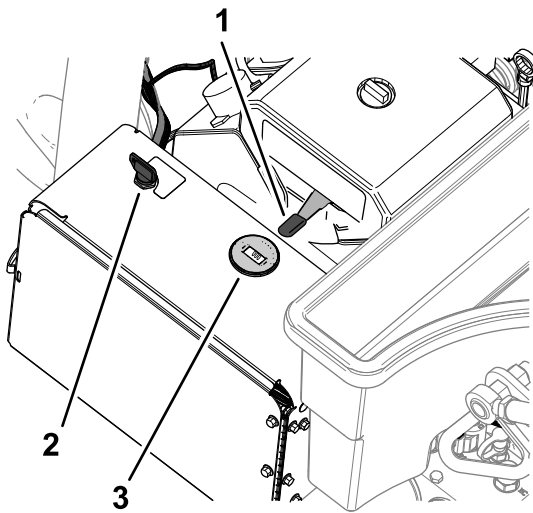

Figura 70
2. Utilice el estarter (Figura 70) del siguiente modo: